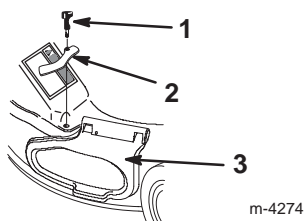

Figure 37
4. Retirer le bouton et la bride de blocage du couvercle d'éjection latérale, puis replacer le boulon dans le trou et conserver la bride pour un usage ultérieur (Fig. 37).
5. Soulever le couvercle d'éjection latérale (Fig. 37).
6. Placer la bride de blocage et la fixer à l'aide du bouton pour verrouiller le couvercle d'éjection latérale en position fermée (Fig. 37 et 39).